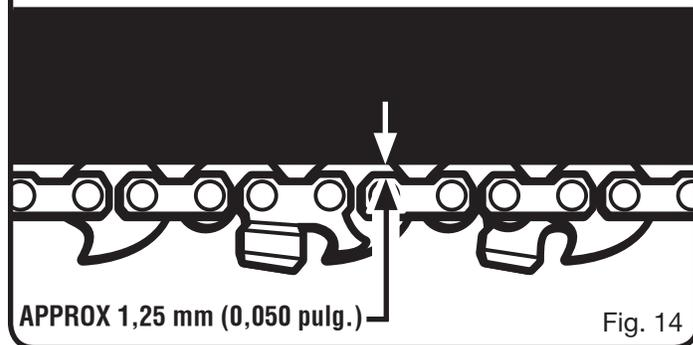

Fig. 14
- Durante el funcionamiento normal aumenta la temperatura de la sierra. Si la cadena está bien tensada, estando caliente los eslabones de impulsión sobresalen suspendidos de la ranura de la barra aproximadamente 1,25 mm (0,050 pulg.), como se muestra en la fig. 14.